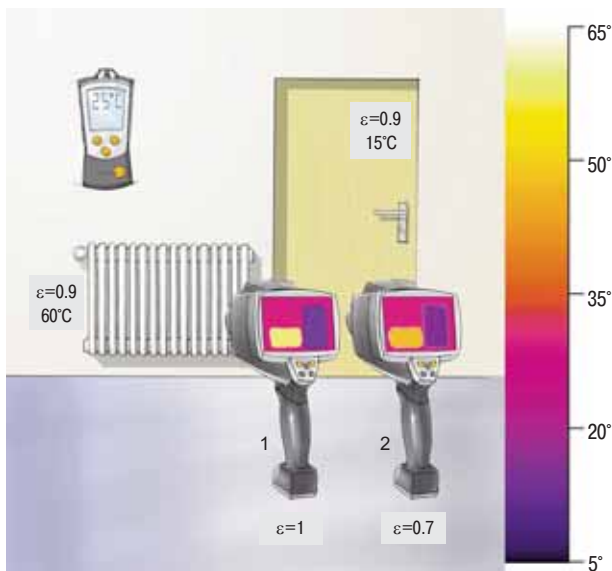

Рис. 1.2: Влияние некорректной настройки коэффициента излучения на результаты измерения температуры
1. Когда температура измеряемого объекта выше температуры окружающей среды (радиатор, показанный на Рис. 1.2, стр.11):
2. Когда температура измеряемого объекта ниже температуры окружающей среды (дверь, изображенная на Рис. 1.2, стр.11):
Точная настройка коэффициента излучения особенно важна, когда температура измеряемого объекта и температура среды измерения значительно отличаются друг от друга (см. Рис. 1.2, стр. 11).